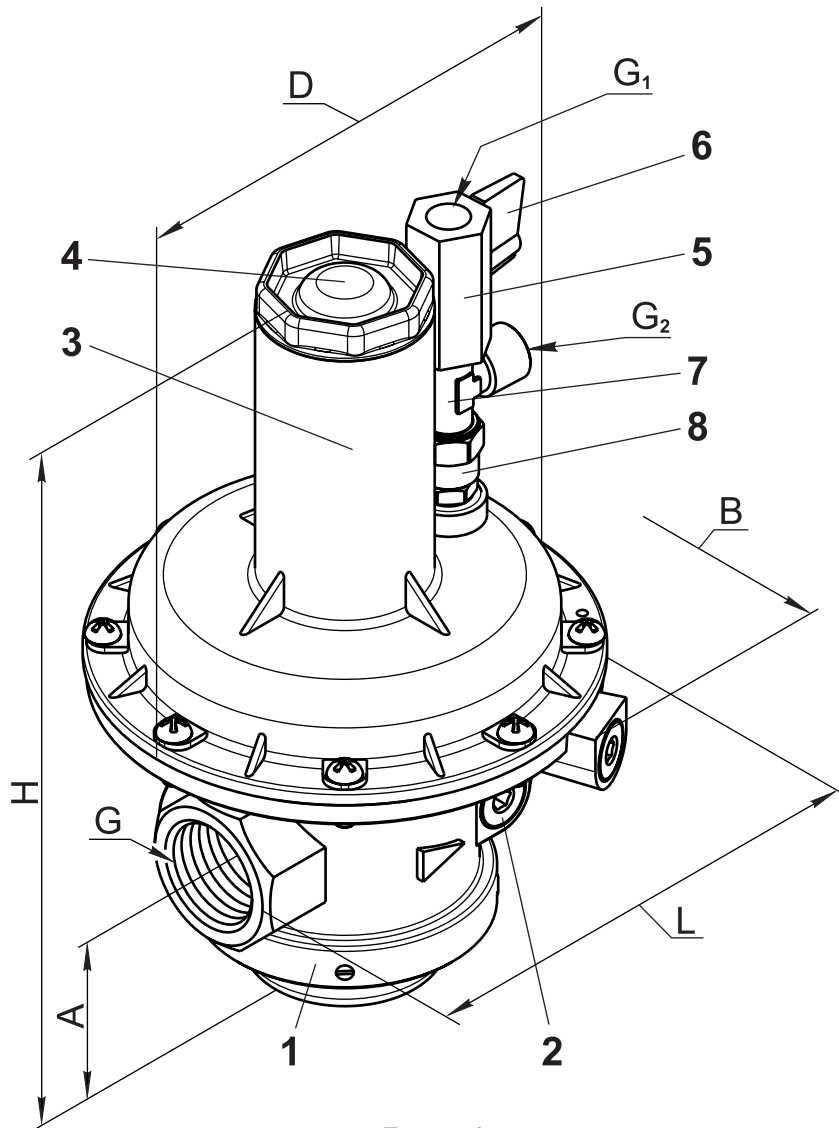

Рис. 1
2.1 Регулятор (см. рис. 1) состоит из непосредственно регулятора:
4.2.13 Перед установкой регулятора необходимо выкрутить защитную заглушку из крышки регулятора и смонтировать дроссельный узел (поз. 5, 6, 7, 8) в соответствии с рис.1 (собранный дроссельный узел прикладывается комплектно к регулятору). После монтажа дроссельного узла необходимо проверить внешнюю герметичность всех стыков в узле.
- регулирующей ручкой 6 (рис. 1) установить требуемое соотношение газ-воздух.